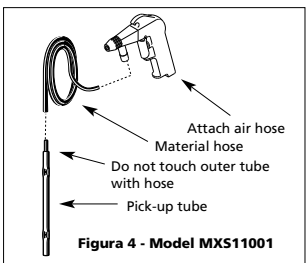

Figura 4 - Model MXS11001
1. Conecte la manguera del material al tubo de entrada. Coloque el tubo de entrada en la bolsa del medio abrasivo. (Vea la figura 4).